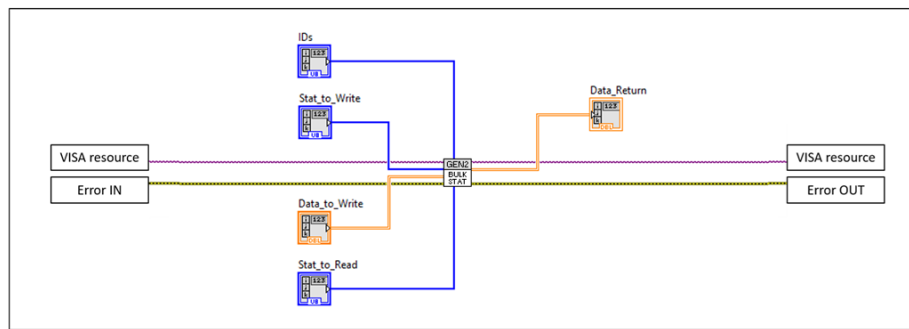

图 19: 状态寄存器的批量读写。
- 3) **批量通信**您可以使用 Bulk_Stat subVI 来同时对单个或多个 BEAR 的单个或多个状态寄存器进行读写，使用方法如图19所示。